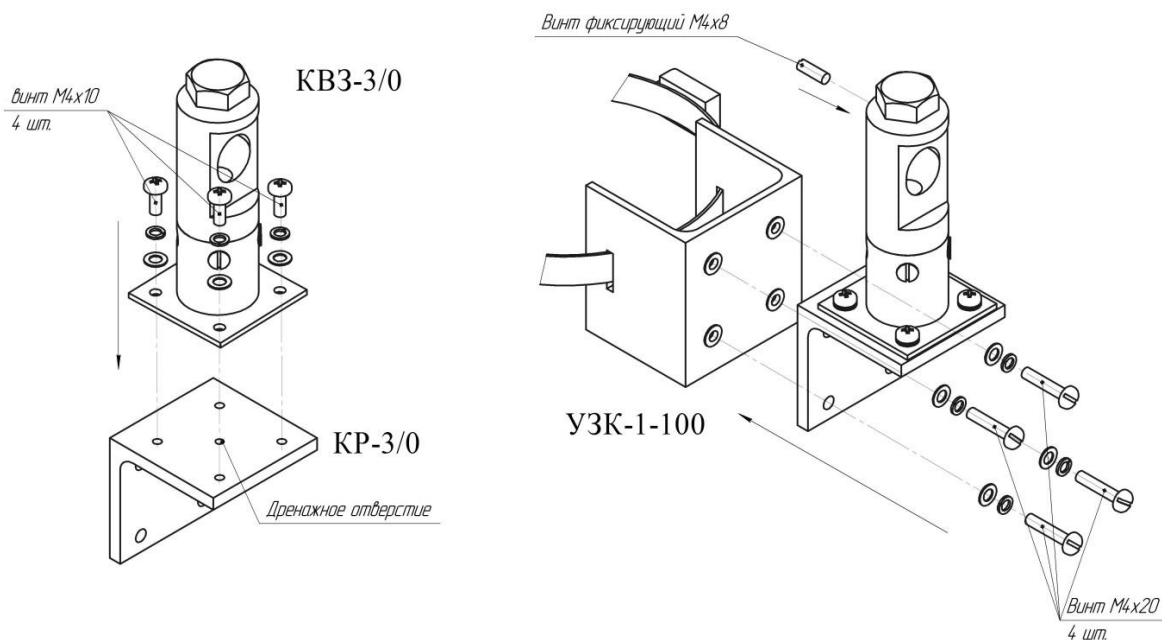

Рис. 10.3
10.4.3 На опоре с помощью болтов, гаек и шайб устанавливается необходимый УЗК для одного БПРМ (БПРД) (см. табл. 10.2). Высота установки определяется оперативно-тактическими соображениями и конкретными условиями. Ориентировочная высота установки БПРМ (БПРД) 0,8...1,4м от усредненной поверхности земли (пола) до нижней части БПРД(БПРМ). Пример установки на опоре УЗК-1-100 см. на рис. 10.3.
10.6.3 **Кабель БПРМ** подключить* к зажимам КРИ * в соответствии с маркировкой на КРИ (КССТ-1, КС-1, КСТ-2, КС-2), рис. 10.5 и в табл. 10.5 (в табл. 10.6 для модификации «С»). На рис. 10.3 показаны только подключения БПРМ, начиная с первого. Необходимо учитывать, что БПРМ, как правило, чередуются с БПРД.